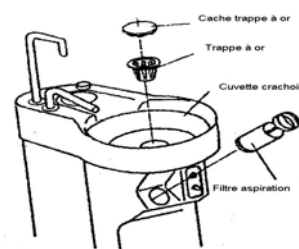

Fig 6-1 Trappe à or et filtre d'aspiration
- 2) Trappe à or (fig 6-1)
- 3) Filtre d'aspiration (fig 6-1)